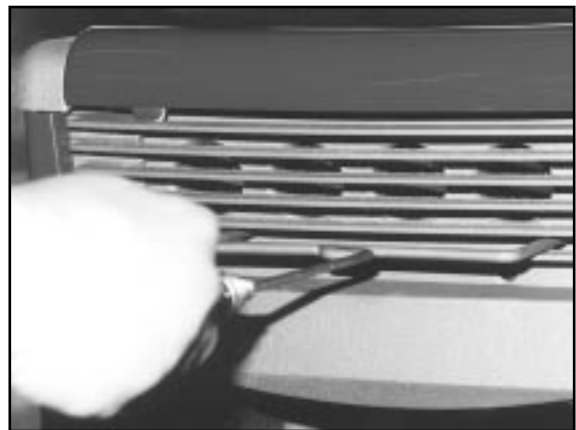

fig. 37
- see Fig. 37 (Babyfiamma, Preziosa)